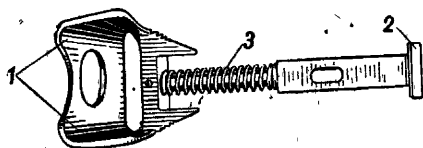

Рис. 13. Магазинная защёлка:
**Прицельная колодка** крепится к ствольной коробке двумя цилиндрическими выступами и винтом. Внутри неё помещается магазинная защёлка с пружиной (рис. 13). Сверху